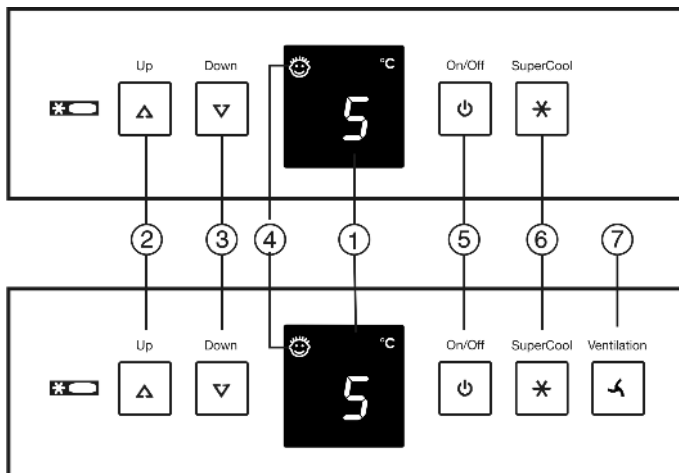

Fig. 2
- ▶ Appuyer sur la touche On/Off Fig. 2 (5).
- ▶ Activer le mode de réglage : appuyer env. 5 s. sur la touche SuperCool Fig. 2 (6).
- ▶ A l'aide de la touche de réglage Up Fig. 2 (2) et touche de réglage Down Fig. 2 (3), sélectionner η .
- ▶ Confirmer : appuyer brièvement sur la touche SuperCool Fig. 2 (6).
- ▶ Régler l'affichage plus clair : appuyer sur la touche de réglage Up Fig. 2 (2).
- ▶ Régler l'affichage plus foncé : appuyer sur la touche de réglage Down Fig. 2 (3).
- ▶ Confirmer : appuyer sur la touche SuperCool Fig. 2 (6).